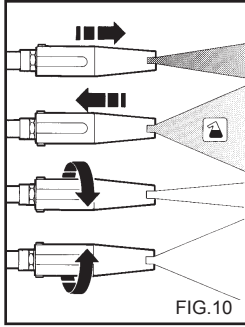

FIG.10
BENUTZUNG DER REGULIERBAREN MULTIREG-DÜSE (Fig.10).
2) Den Hochdruckreiniger anlaufen lassen, den Reinigungsmittelhahn (falls vorhanden) aufdrehen, die Steuerung für das Absaugen des auf der Lanze (fig.10) vorhandenen Reinigungsmittels betätigen und nun das Mittel von unten nach oben auf der ganzen, zu reinigenden Oberfläche verteilen. Ein paar Minuten lang einwirken lassen.